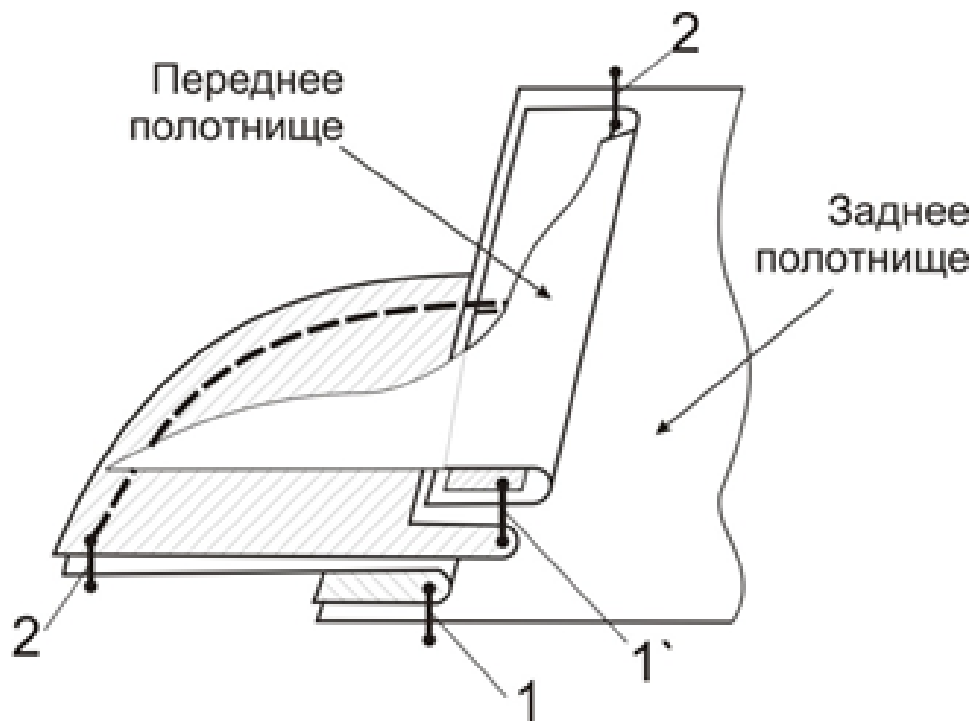

Рис. 1
4. На лицевую сторону детали переда и лицевую сторону спинки наложить детали мешковины кармана лицевой стороной вниз, уравнять срезы и притачать швом шириной 1 см (рис. 1, строчки 1 и 1') таким образом, чтобы мешковина кармана перекрывала линию, ограничивающую длину входа в карман, на ширину шва стачивания мешковины кармана. Швы обметать и заутюжить на мешковину кармана.
5. Стачать боковые швы швом шириной 1,5 см, одновременно стачивая мешковины кармана с закрепками в начале и конце кармана (рис. 1, строчка 2). Срезы кармана приутюжить.